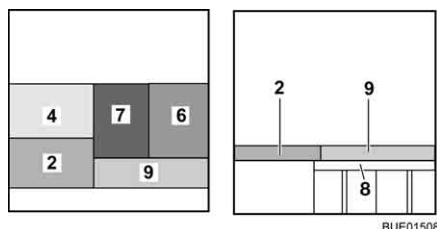

Bild 146 Efter ombyggnaden
- Lägg sittdynan (Bild 146,7) i mitten.
- Lägg ryggdynan (Bild 146,6) mellan sittdynan (Bild 146,7) och väggen.
- Lägg den extra dynan (Bild 146,9) på sängbreddningen.
- Lägg ryggdynan (Bild 146,6) mellan sittdynan och väggen.